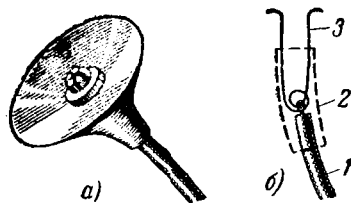

Рис. 14. Приспособления для подключения высокого напряжения к аноду стеклянного кинескопа.
11. Укрепляют колбу кинескопа с помощью кожаного или брезентового ремня или полосы листового железа с резиновой прокладкой. Изготавливают и перепаявают наконечник для второго анода кинескопа (рис. 14). Перепаявают панельку (фишку) питания кинескопа.
При отсутствии заводского наконечника его просто изготовить самим, для чего может быть использован пружинный материал, например, часть французской булавки (рис. 14). Для эффективности использования крепящего ремня между ним и кинескопом следует проложить куски тонкой резины.